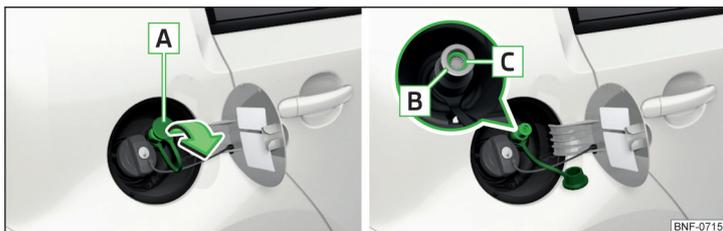

Fig. 134 Tubulure de remplissage de gaz naturel
- Retirez le cache **A** » fig. 134 dans le sens de la flèche et insérez le tuyau de remplissage du distributeur d'approvisionnement dans la tubule de remplissage **B**.
- Vérifiez que la bague d'étanchéité **C** » fig. 134 est restée dans la tubulure de remplissage **B**. Si celle-ci a glissé sur l'accouplement de remplissage, il faut la remettre en place dans la tubulure de remplissage.